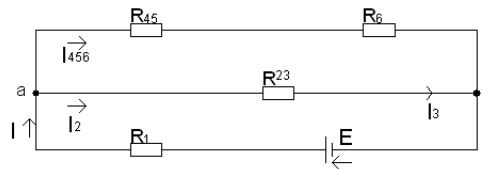

рис. 2
- 2.3. Эквивалентный резистор для последовательно соединенных  $R_{45}$  и  $R_6$  (рис.2):
- 2.4. Эквивалентный резистор для параллельно соединенных (рис.2) резисторов  $R_{456}$  и  $R_{23}$ :
4.3. Токи резисторов  $R_2$  и  $R_3$  (схема рис. 2)
4.4. Ток через резистор  $R_{456}$  (схема рис. 2)